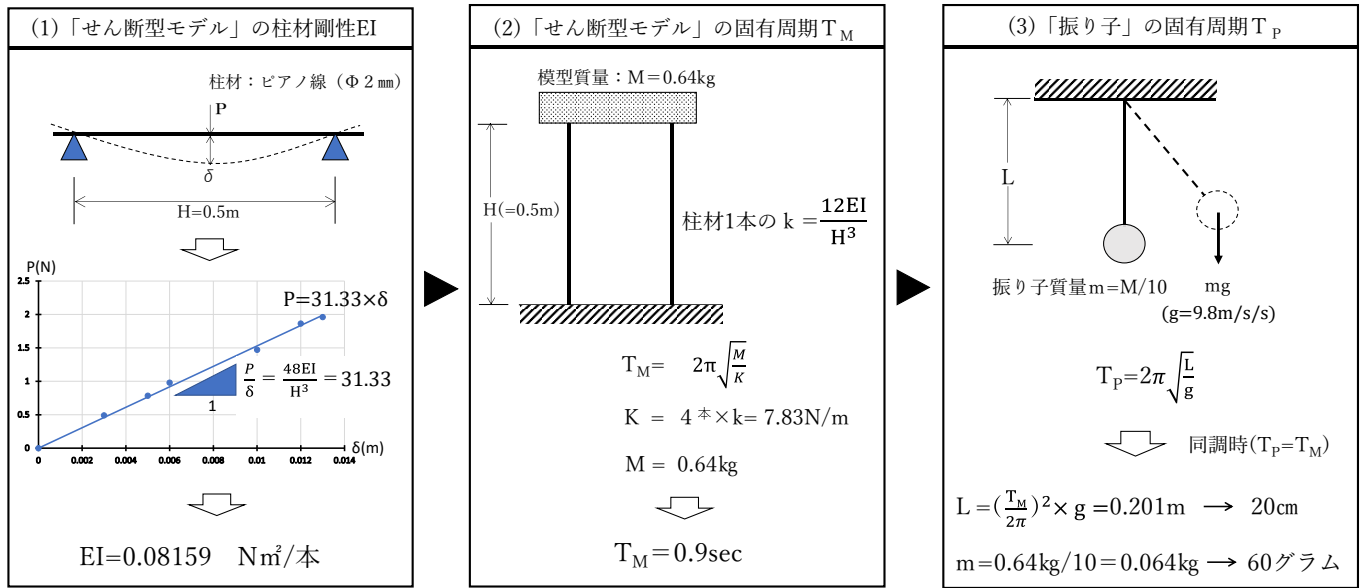

図1：TMD制振模型の設計プロセス
設計にあたっては、まず建屋模型の固有周期 T_M を設定し、これと同調するように振り子の固有周期 T_P ($=T_M$) を決定する。設計プロセスを整理して **図 1** に示す。まず、同図(1)のように、模型の柱として用いたピアノ線の曲げ剛性 EI を算定した。算定にあたっては、単純梁の中央に集中荷重 P を作用させ、中央たわみ δ を計測して $P \sim \delta$ 関係を求め、これを直線近似して EI ($=0.08159\text{Nm}^2/\text{本}$) を算定した。
つぎに、建屋模型の固有周期を算定する (**図 1** (2)参照)。まず、建屋の質量を $M=0.64\text{ kg}$ とし、建屋模型をせん断型モデルに仮定して、先に求めた EI から柱材のばね定数 K ($=7.83\text{N/m}$) を算定した。せん断型モデルを仮定すると、建屋模型の固有周期は $T_M=0.9$ 秒となる。これより、これと同調する振り子の質量 m と長さ L を決定する (**図 1** (3)参照)。ここに、振り子の質量 m は建屋質量の $1/10$ とし、振り子の固有周期が $T_P=T_M$ となるように振り子の長さ L を決定すれば、 $m=60\text{g}$ で $L=20\text{ cm}$ の振り子がここでの同調型マスダンパー（TMD）となる。